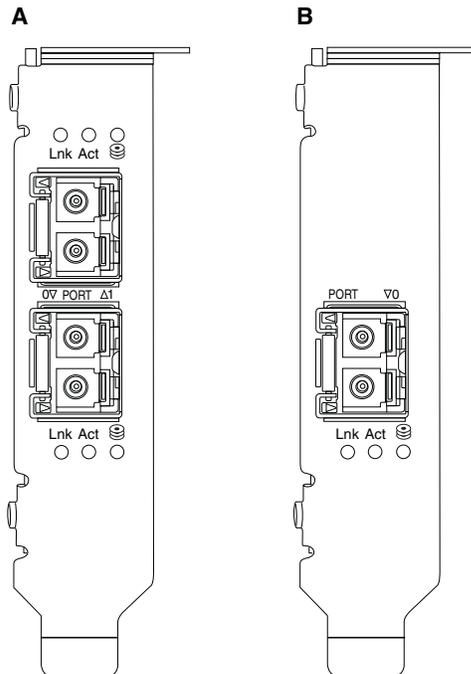

FIGURE 19 Emplacement des voyants sur les CNA 1020 Brocade (A) et les CNA 1010 Brocade (B)
La Figure 19 illustre l'emplacement des voyants lumineux sur les adaptateurs Brocade Fabric 1860 à deux ports (A) et un à un seul port (B). Les voyants lumineux de chaque port sont visibles à travers les supports de fixation.
La Figure 19 illustre l'emplacement des voyants lumineux sur les CNA verticaux Brocade 1020 (A) et Brocade 1010 (B). Les voyants lumineux de chaque port sont visibles à travers les supports de fixation.